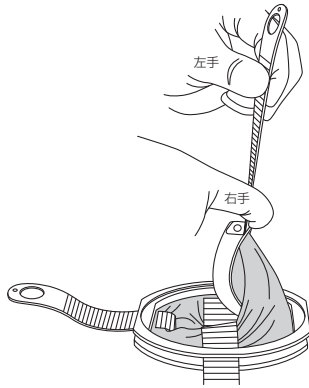

図12
- ③体内リングを折り曲げたまま解除したフラップを上方へ引き上げ体内リングを抜去する。(図12)